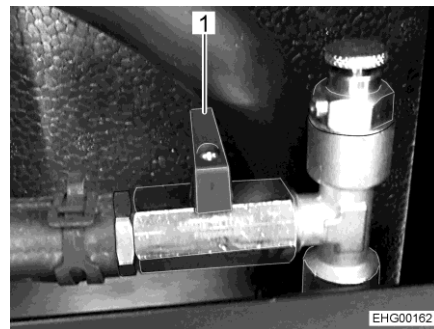

Fig. 186 Grifo esférico (cerrado)
- Ajustar la palanca (Fig. 186,1) transversalmente a la tubería.